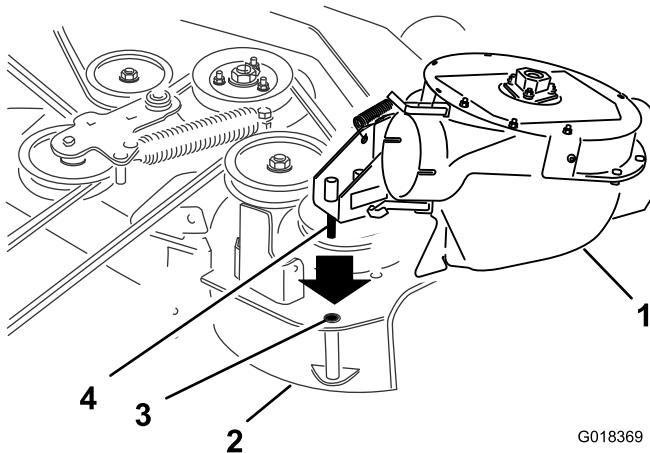

Bild 23
2. Fluchten Sie den Lagerbolzen am Gebläse mit dem Lagerbolzenloch im Mähwerk aus (Bild 23).
3. Senken Sie das Gebläse ab und schieben Sie den Lagerbolzen in das Drehzapfenloch (Bild 23).